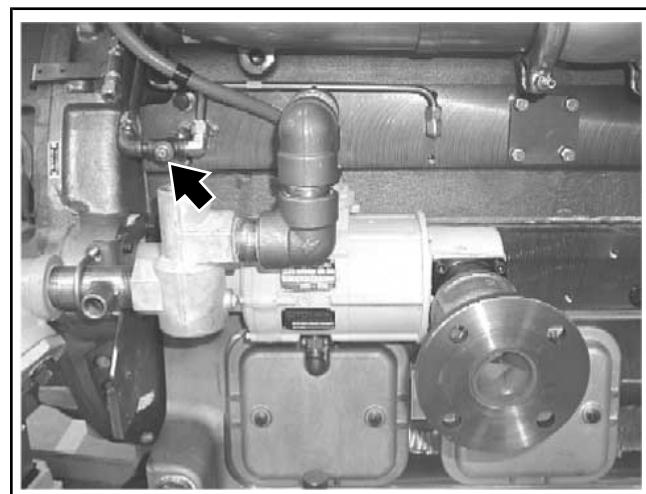

Рисунок 8.05-7: Магнитная пробка турбонагнетателя
1. Снимите магнитную пробку с патрубка трубопровода подачи масла в турбонагнетатель (см. Рисунок 8.05-7).